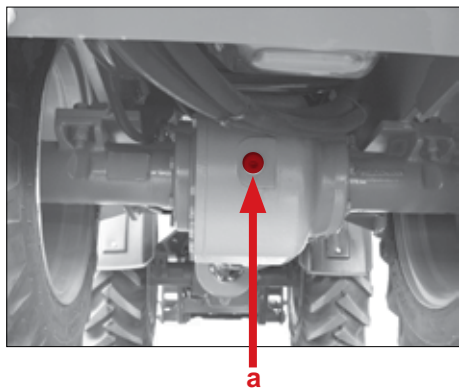

Fig. 92
4. Desserrer la vis à six pans creux pos. a (Fig. 92).
7. Revisser les vis à six pans creux pos. a (Fig. 92).
5. Desserrer la vis à tête hexagonale intérieure pos. a (Fig. 92), l'huile à engrenages s'écoule alors plus rapidement !
2. Verser de l'huile à engrenages neuve dans l'essieu, à travers l'orifice de remplissage pos. a (Fig. 92).
4. Resserrer la vis à six pans creux pos. a (Fig. 92) sur le carter du différentiel.